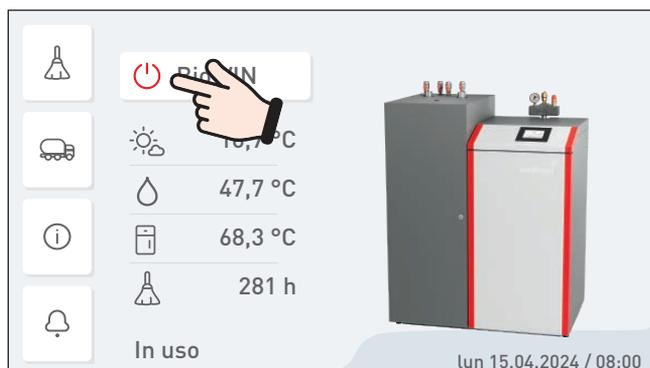

Fig. 46 Spegner BioWIN Ultegra
- ▶ Spegner la caldaia con il tasto ON/OFF su InfoWIN Touch (Fig. 46 – vedere anche punto 11.5 alla pagina 17) e attendere la fine combustione (circa 20 minuti).